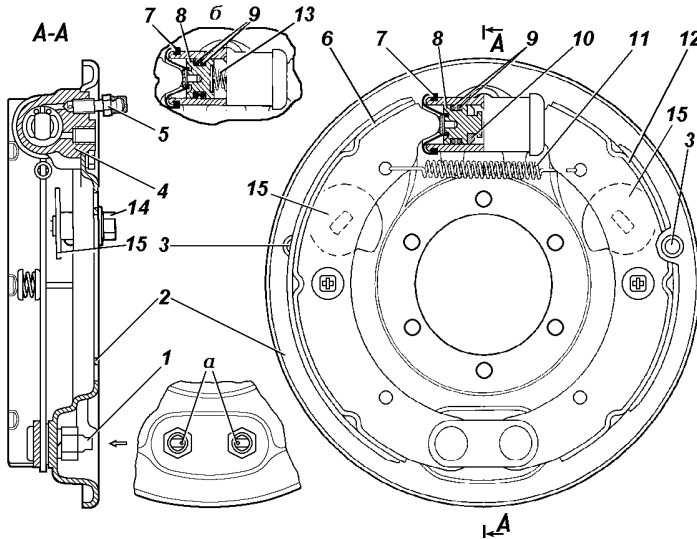
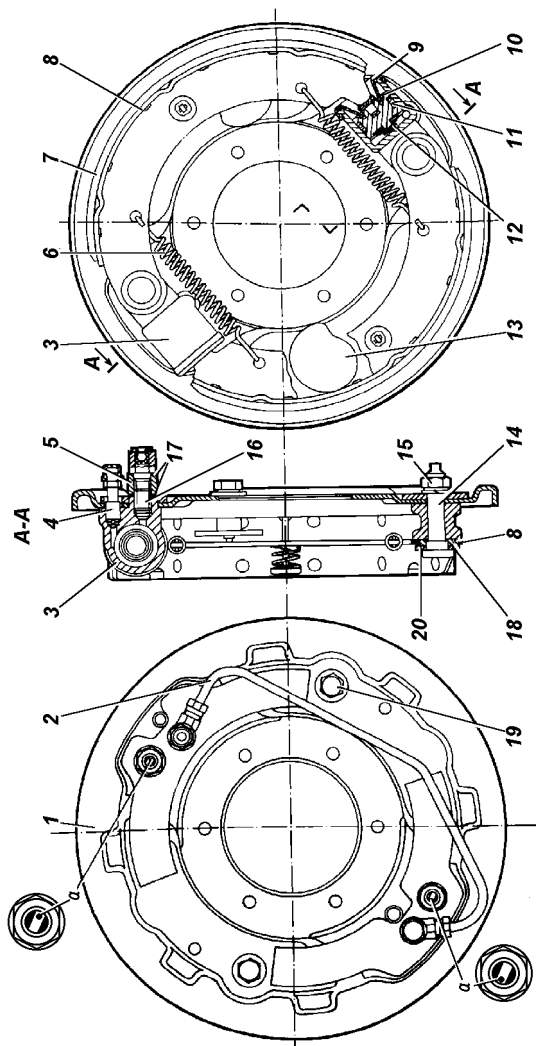

Рис. 9.54. Тормоз заднего колеса:
Рис. 9.55. Тормоз переднего колеса (для мостов, приведенных на рис. 9.44):
Барабанные тормозные механизмы задних колес (рис. 9.54) и барабанные тормозные механизмы передних колес (рис.9.55).
2. Вращайте колесо постепенно и поворачивайте болт 14 (см. рис. 9.54) или 19 (см. рис. 9.55) регулировочного эксцентрика до тех пор, пока колесо не затормозится.